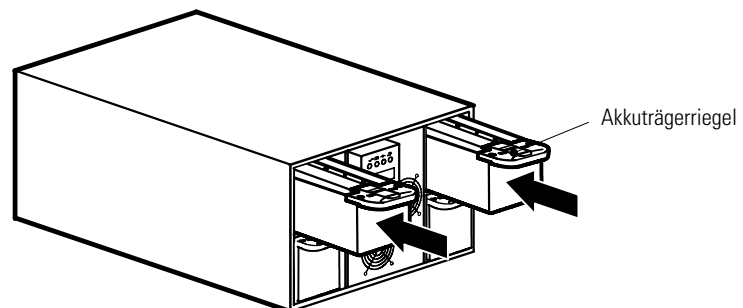

Abbildung 5. Einbau der Akkuträger
2. Die Akkuträger in den Schrank schieben (siehe Abbildung 5). Jeden Träger hineindrücken, bis der Akkuträgerriegel im Griff einrastet und den Träger befestigt.